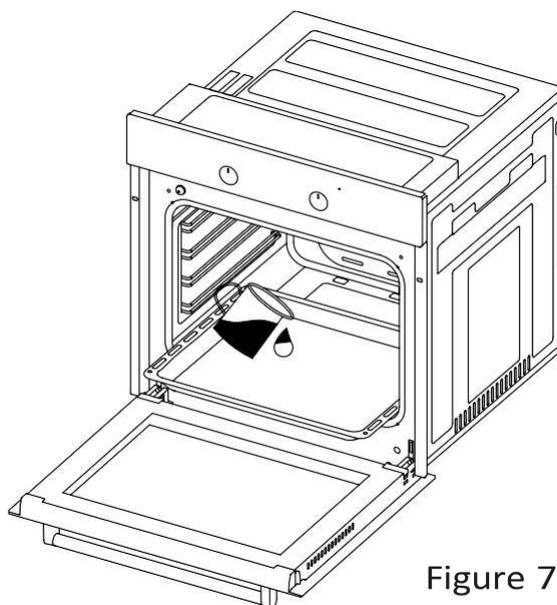

Figure 7
2. Versez un demi-litre d'eau dans la lèchefrite comme sur la figure 7